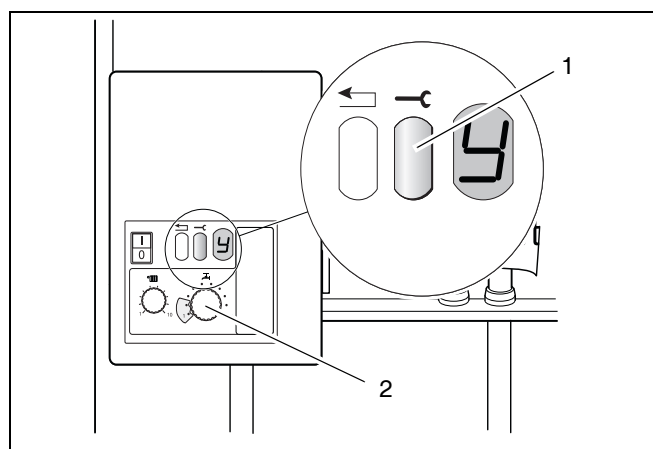

Abb. 27 Servicetaste, Regler für Warmwassertemperatur
- Wenn der Brenner nach ca. 30 s in Betrieb gegangen ist, Servicetaste (Abb. 27, Pos. 1) drücken, bis "Y" im Display erscheint.
- Regler für Warmwassertemperatur (Abb. 27, Pos. 2) auf „1“ stellen.
- Regler für Warmwassertemperatur (Abb. 27, Pos. 2) wieder auf den ursprünglichen Wert stellen.
- Servicetaste (Abb. 27, Pos. 1) drücken, bis "Y" im Display erscheint.
- Servicetaste (Abb. 27) nach dem Zünden des Brenners drücken, bis "V" auf dem Display erscheint.